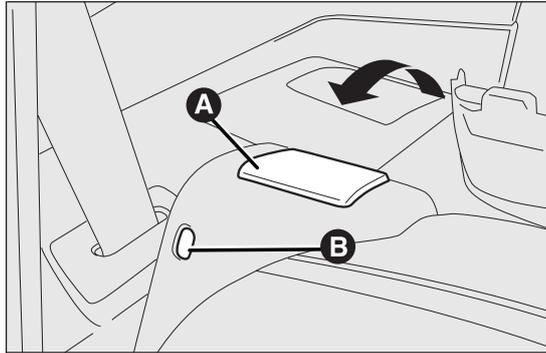

fig. 74
- per versioni con sedile posteriore sdoppiato*: sollevare la leva A fig. 74 di ritegno schienale e ribaltare quest'ultimo in avanti in modo da ottenere un vano di carico uniforme. Il sollevamento della leva è evidenziato da una "banda rossa" B fig. 74;